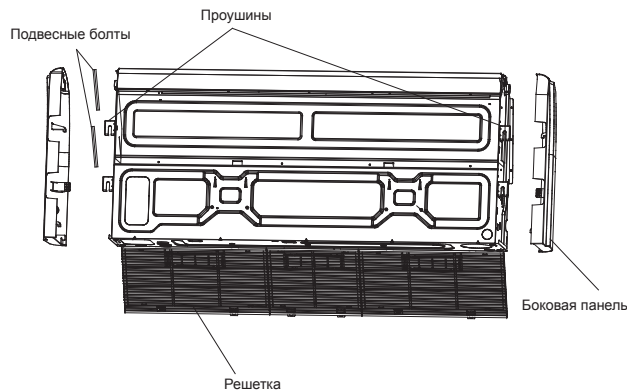

Рис. 5-8
- Снимите боковую панель и решетку блока (см. рис. 5-8).